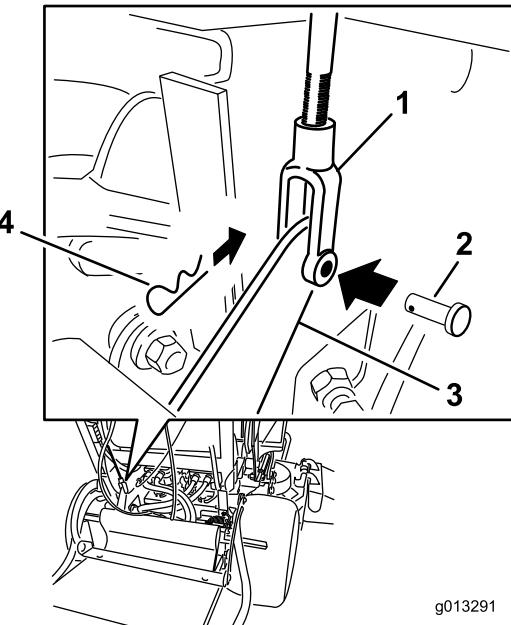

図 63
4. ブレーキの調整を行うには、まず、下側ブレーキレバーとヨークからクレビスピンドルとヘアピンコッターを外す 図 63。
7. クレビスピンドルとヘアピンコッターで、下側ブレーキレバーにヨークを固定する 図 63。